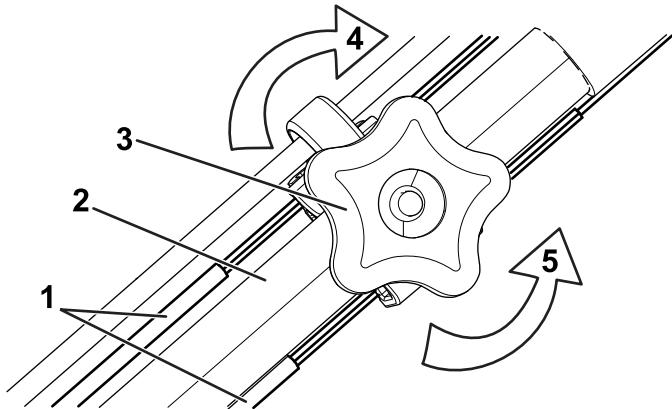

Figura 30
- 2. Ajuste la tensión del cable (Figura 30) tirando del mismo hacia atrás o empujándolo hacia adelante, y manténgalo en esa posición.
1. Gire el pomo de ajuste en sentido antihorario para aflojar el cable (Figura 30).